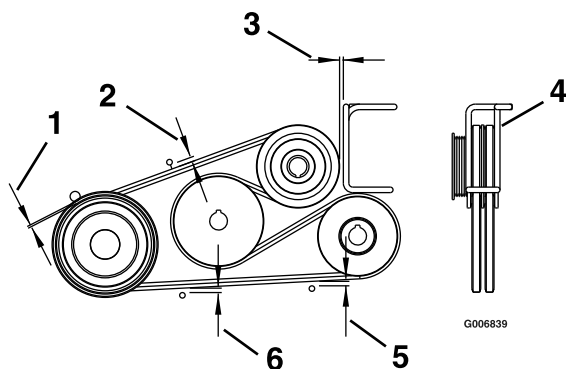

Figura 54
4. Ajuste las guías de las correas según lo indicado en Figura 54.